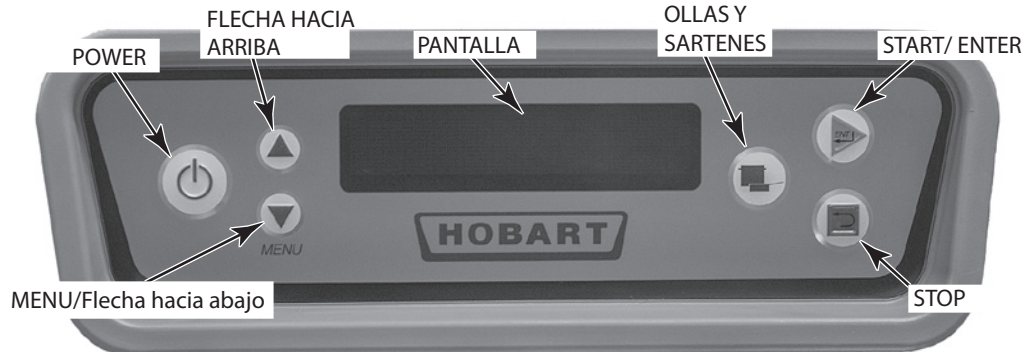

Figura 30
Los controles se ubican en la parte superior del lavavajillas. El teclado y la pantalla se encuentran al frente de la caja de control (Figura 30).
Cierre todas las puertas. Para comenzar el llenado una vez que la máquina está lista, presione el botón POWER (Figura 30).
5. Presione el botón POWER en el teclado (Figura 30). El lavavajillas se llenará automáticamente (consulte la sección "Llenado del lavavajillas" en esta misma página). Una vez que el tanque está lleno, se encenderá el quemador si se requiere aplicar calor. El sistema de ignición considera un período de 15 segundos de purga antes de comenzar su labor.
6. Si el lavavajillas no funciona, presione el botón POWER en el teclado (Figura 30) y cierre la válvula manual de gas. Comuníquese con el servicio técnico de Hobart o con el proveedor local de gas.
Una vez que la máquina se ha llenado, haga funcionar las bombas presionando el botón START / ENTER en el teclado (Figura 30) o insertando una canastilla en la máquina.
La opción estándar de detención de la cinta transportadora permite que el operador la detenga para lavar más a fondo la vajilla demasiado sucia durante un tiempo más prolongado. Presione DOWN ARROW (flecha descendente) ubicada en el teclado (Figura 30) hasta que el símbolo '<' se muestre a la izquierda de 'CONVEYOR DWELL' (detención de la cinta). Cuando la canastilla llegue a la cámara de lavado, presione ENTER en el teclado (Figura 30) para detener momentáneamente la cinta transportadora. Para reiniciar el movimiento de la cinta, presione el botón START/ENTER en el teclado (Figura 30). **NOTA:** En todos los modelos CLeN (excepto los modelos VL), la unidad continuará funcionando en modo de espera hasta que se presione la el botón ENTER (Ingresar) o STOP (Detener). En los modelos CLeN-VL, la unidad se detendrá después de 30 minutos de espera.
Si la canastilla se atasca o si la carga es excesiva, un mecanismo de sobrecarga apaga el motor de la cinta transportadora y en la pantalla se lee "Clear Conveyor Jam" (despeje el atasco en la cinta transportadora). Abra las puertas y elimine el atasco. Una vez eliminado, cierre las puertas y pulse el botón START/ENTER en el teclado (Figura 30) para reiniciar el funcionamiento del lavavajillas.
En pantalla aparecen todas las temperaturas del tanque (Figura 30) cuando la máquina está funcionando. La temperatura "Final Rinse" muestra unas rayas (- - -) hasta que una canastilla ingresa a la zona de enjuague. Luego se lee "Final Rinse". Una vez que la vajilla abandona la zona de enjuague, Final Rinse vuelve a mostrar --- .
En caso de que no ingrese ninguna canastilla a la máquina por un tiempo preestablecido, el temporizador automático inicia la cuenta regresiva y las bombas y la cinta transportadora se apagan para ahorrar energía. El tanque continúa calentándose y en pantalla se muestran las diversas temperaturas. Para reanudar el funcionamiento, inserte una canastilla o presione el botón START/ENTER en el teclado (Figura 30).
Luego de un período de inactividad de la máquina, el control inicia el modo Ahorro de Energía (ESM): todos los componentes de la lavadora de utensilios se apagan y la pantalla de control se atenúa mostrando la leyenda "Energy Saver Active/Press STOP to Exit" (Modo ahorro de energía activo. Presione STOP para salir). Para salir del modo Ahorro de Energía presione el botón STOP (Figura 30). Puede presionar el botón POWER para apagar completamente la máquina. El tiempo de inactividad de la máquina antes de ESM se puede establecer entre 1 y 6 horas en el "Menú Parámetros". La configuración de fábrica es de 2 horas. Consulte la página 36.
1. Presione el botón POWER en el teclado para apagar la máquina (Figura 30).